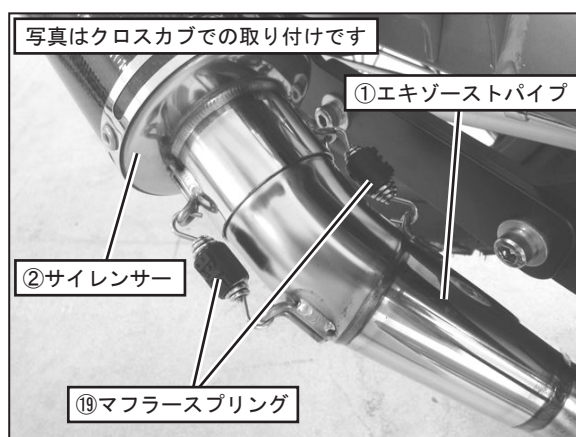

FIG. 15
10. ①エキゾーストパイプに②サイレンサーを取り付け、スプリング取付工具を使用して⑯マフラスプリングを取り付けて下さい。(FIG. 15参照)